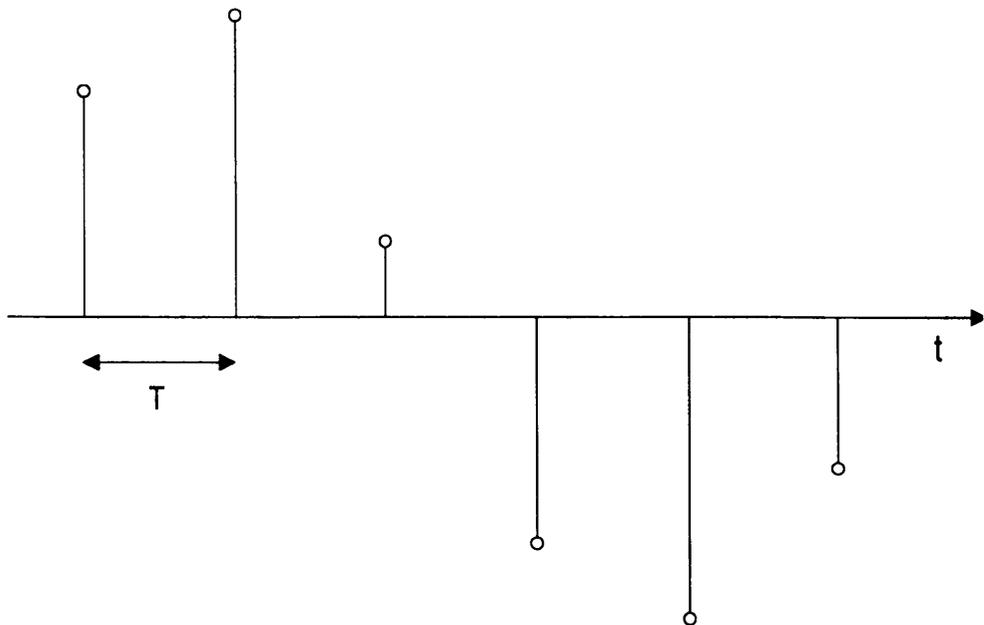

Figure 4 : Allure d'un signal échantillonné
- B.3.1. ✓ Comment agit un bloqueur *d'ordre 0* sur le signal échantillonné de la *Figure 4* ?